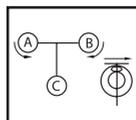

Fig.6
- Tournez les molettes de nivellement pour pouvoir centrer la bulle d'air dans la fiole (Fig. 6).